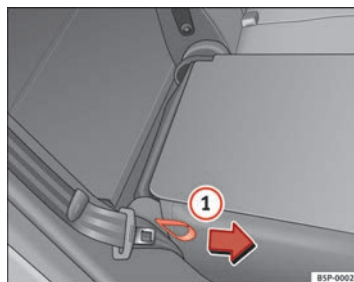

Abb. 101 Umklappen
- Ziehen Sie die seitliche Zugschlaufe am Sitz ⇒ Abb. 101 ① in Pfeilrichtung und klappen Sie die Lehne hoch, bis sie einrastet. ►